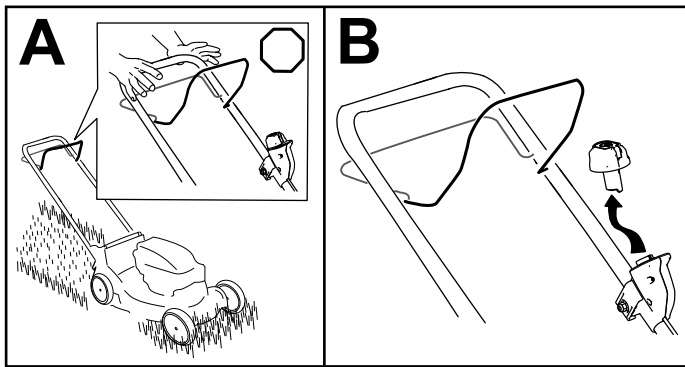

Figure 13
1. Relâchez la barre de commande de la lame (A de la Figure 13).
2. Retirez le bouton de démarrage électrique du démarreur électrique (B de la Figure 13).